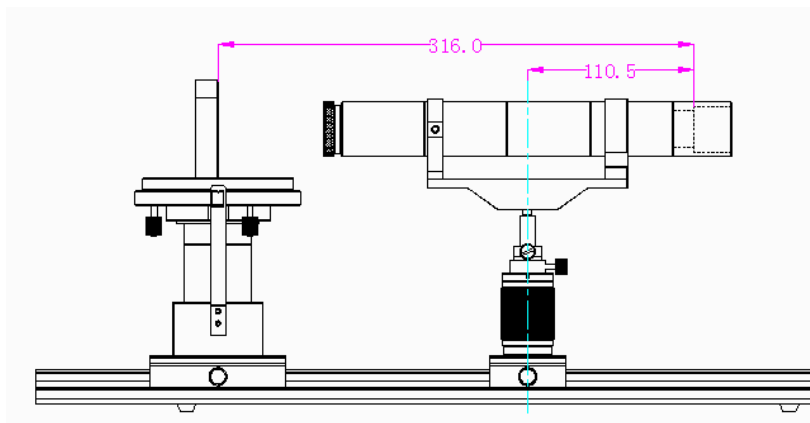

图 15 光路距离示意图
- 2、将被测 LED 顶端与照度计探头的距离调整为 316mm（CIE127 标准推荐的光强测试标准 A 条件），如图 15 示意，实际调整时读取两个托板上的刻线距离差为 205.5mm 即可（ $316 - 110.5 = 205.5$ ）。